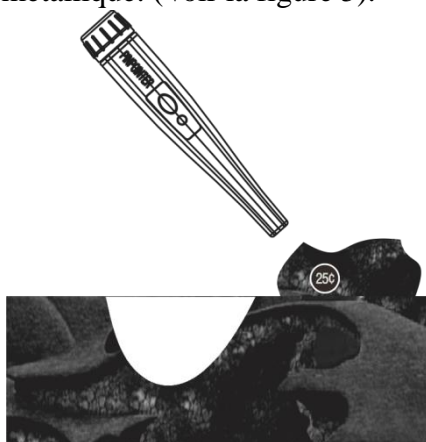

Fig.5
2. Vous devez creuser le trou après avoir déterminé la position approximative du détecteur de métaux. Veuillez tenir le pinpointer directement vers le bas et l'équilibrer puis utiliser la sonde du pinpointer pour remuer le fourrage que vous avez creusé. Si le voyant LED s'allume et que le pinpointer vibre à ce moment-là, cela signifie qu'il y a probablement la cible métallique. (Voir la figure 5).